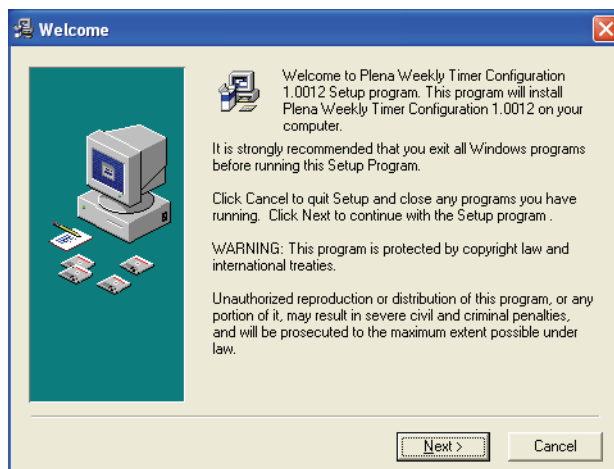

figure 8.1: Bienvenue
- 1 Placez le CD-ROM Plena dans le lecteur de CD-ROM du PC. Le CD-ROM démarre automatiquement et une fenêtre similaire à celle en figure 8.1 s'affiche. Si le CD-ROM ne se lance pas automatiquement :